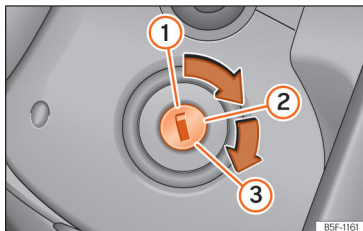

Fig. 84 Fechadura da ignição
- Rode a chave para a posição »» Fig. 84 ②.
- Continue a rodar a chave para a posição »» Fig. 84 ③ sem pressionar o acelerador.
- Quando o motor arrancar, solte a chave. Ao soltá-la, a chave volta para a posição ②.
- *Veículos com fechadura da ignição:* Rode a chave até à posição » » Fig. 84 .
- *Veículos com botão de arranque:* Pressione brevemente o botão de arranque » » Fig. 84.